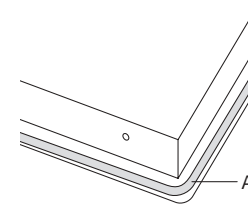

Abb. 15: Dichtungsband
2. Entfernen Sie die Schutzfolie des Dichtungsbandes (A) und kleben Sie das Band soweit wie möglich nach außen auf die Unterseite des Glases (siehe Abb. 15).